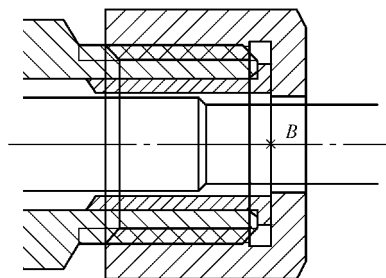

图 12-15 插入压盖螺母
11) 插入块 “yglm” 至泵体主视图中, 插入点为 *B* 点, 如图 12-15 所示。